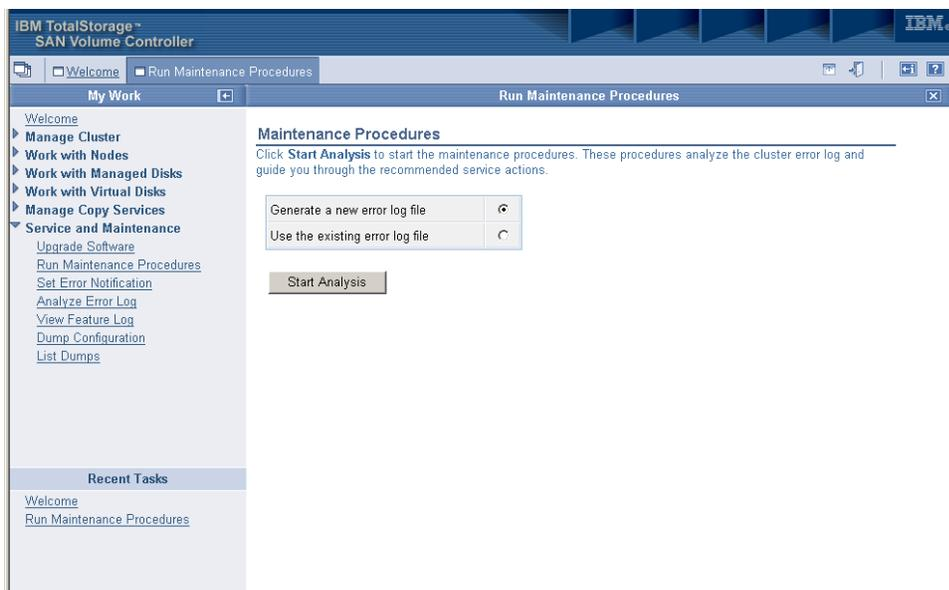

図 49. 指定された保守手順を開始すると表示される内容の例
1. 指定された保守手順が開始すると、43 ページの図 49 のような内容が表示されません。